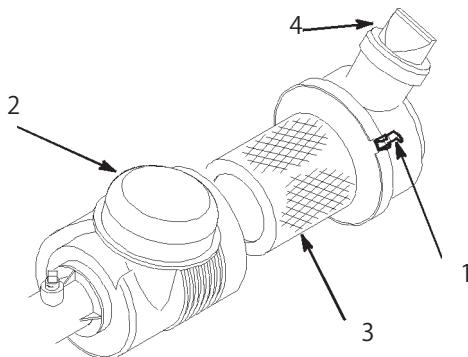

図31
エアクリーナ本体にリーク原因となる傷がないか点検してください。本体とカバーがしっかりと密着しているのを確認してください。破損したボディーは交換してください。また、使用ごとにバルブ(図31)をひねって、ゴミを落してください。フィルタの定期整備間隔は100運転時間です。
- ストラップをゆるめてカバーとボディーを分離(図31)する。
3. カバーを取り付け、バルブを下にしてストラップで固定する（図31）。